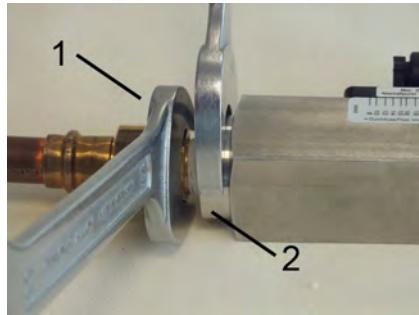

Abb. 13: Gerät einschrauben
3. ➔ Drehen Sie die Übergangverschraubung (Abb. 13/1) unter Gegenhalten der Verschraubung (Abb. 13/2) des Gerätes weiter ein, bis die Verbindung dicht ist